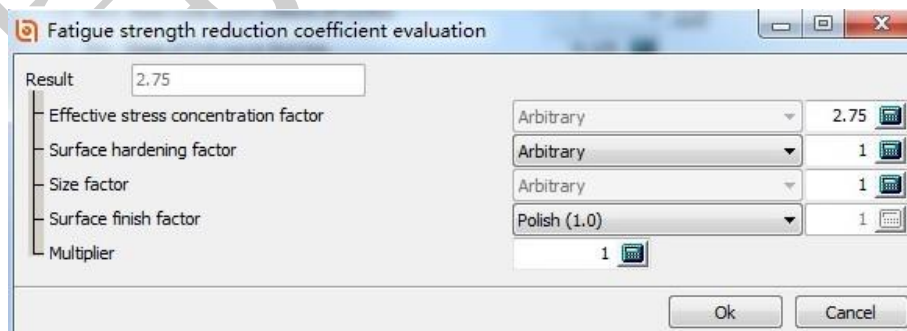

图 2.47
15. 点击**Evaluation**，按图 2.47设置疲劳强度修正系数（考虑应力集中、表面处理、粗糙度、尺寸大小等效应）。